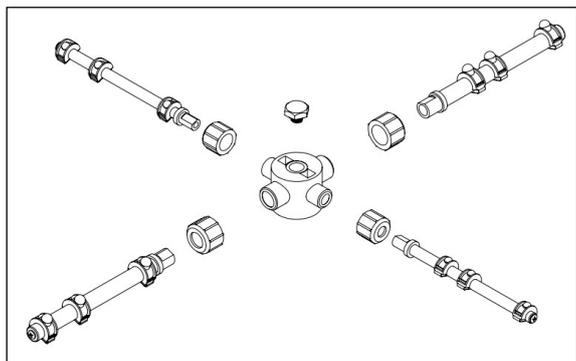

Рисунок 13
- Рукава для мойки и ополаскивания следует снимать со ступицы и чистить раз в неделю. (Рисунок 13)